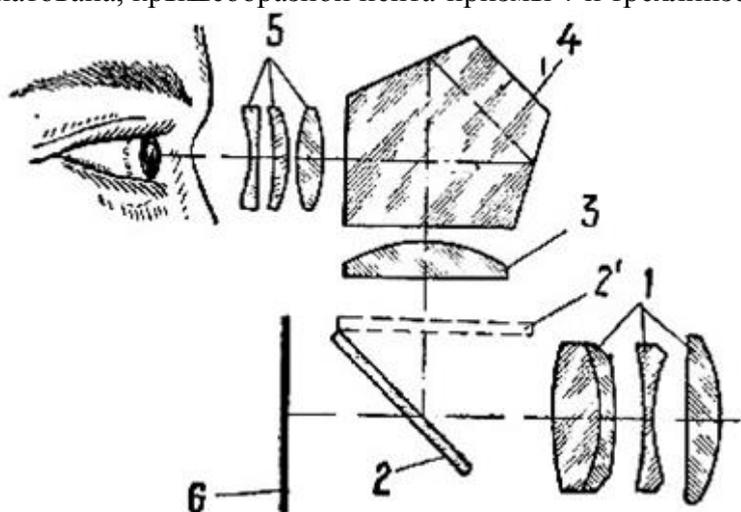

Рис. 1
1. Зеркальный видоискатель схематически изображен на рис. 1. Он работает совместно с объективом 1 и состоит из откидывающегося зеркала 2, плоско-выпуклой линзы 3, плоская поверхность которой заматована, крышеобразной пента-призмы 4 и трехлинзового окуляра 5.